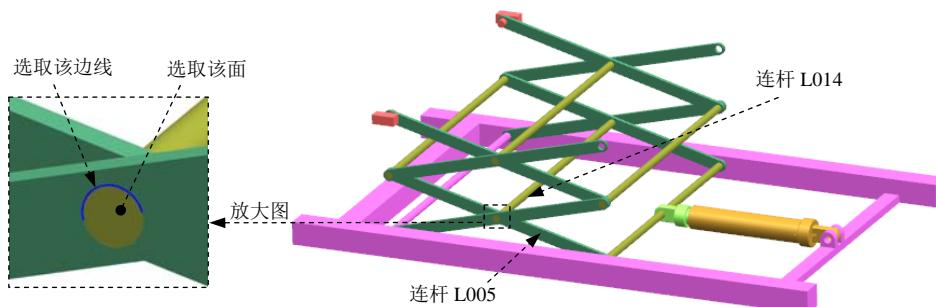

图 10.5.13 定义旋转副（四）
(1) 选择连杆。选取图 10.5.13 所示的连杆 L014。
(2) 定义原点及矢量。在“运动副”对话框**操作**区域的 **指定原点**下拉列表中选取“圆弧中心”选项，在模型中选取图 10.5.13 所示的圆弧为定位原点参照；选取图 10.5.13 所示的面作为矢量参考面。
(3) 添加啮合连杆。在“运动副”对话框的**基本**区域中选中 **啮合连杆**复选框，单击**选择连杆 (0)**，选取图 10.5.13 所示的连杆 L005。
(4) 定义啮合连杆原点及矢量。在“运动副”对话框**基本**区域的 **指定原点**下拉列表中选取“圆弧中心”选项，在模型中选取图 10.5.13 所示的圆弧为定位原点参照；选取图 10.5.13 所示的面作为矢量参考面。
(5) 单击 **应用** 按钮，完成第五个运动副的添加。